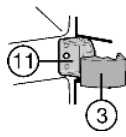

Fig. 18
- ▶ Auf den mittleren Lagerbock Fig. 18 (11) die Abdeckung Fig. 18 (3) aufrasten.